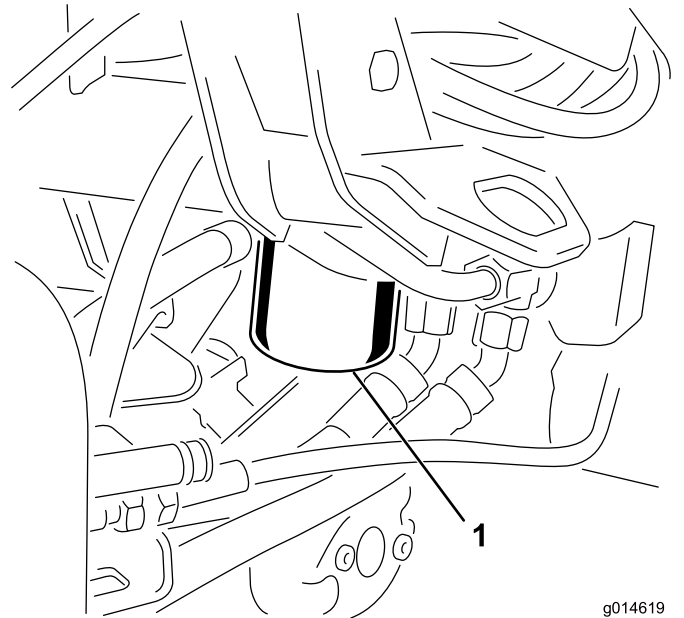

Figure 44
3. A la derecha de la máquina, coloque un recipiente debajo del filtro hidráulico (Figure 44).
5. Retire el filtro hidráulico antiguo del cabezal e instale rápidamente el nuevo filtro hidráulico (Figure 44) girándolo a mano hasta que la junta entre en contacto con el cabezal del filtro y, a continuación, apriete el filtro $\frac{3}{4}$ de vuelta más.